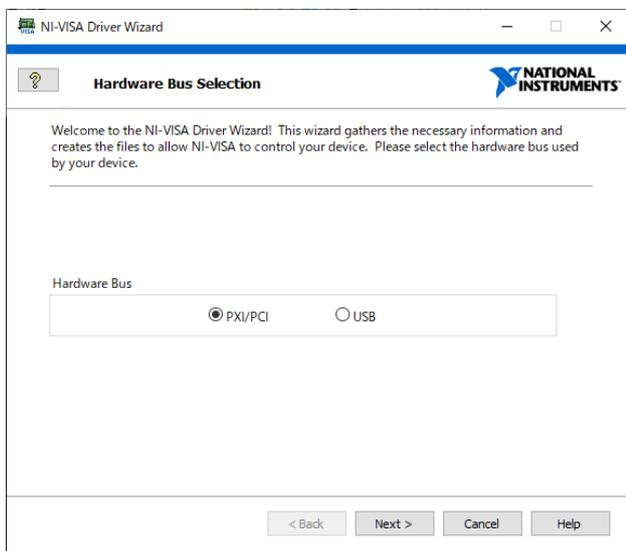
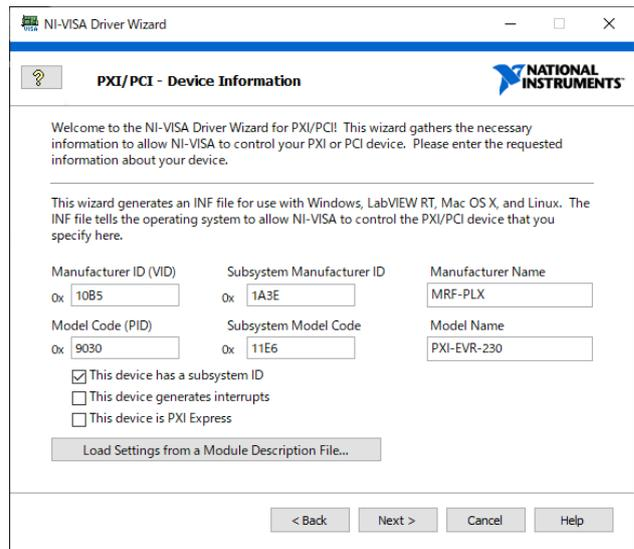

Figure 2: NI VISA Driver Wizard 1.
Figure 3: NI VISA Driver Wizard 2.
National Instruments (NI) 社が提供する NI-VISA Driver Wizard は NI-VISA を通してハードウェアを制御するために必要となるファイルを、ウィザード形式で手軽に生成するためのソフトウェアである [6]。起動すると Fig. 2 に示すダイアログが表示される。今回は PXI の EVR を動かすドライバーを作るので、Hardware Bus は PXI/PCI 選択する。Next を押して次へ進むと、Device Information 入力画面となるので、必要な情報を入力する。MRF 社の PXI-EVR-230 の場合 Fig. 3 に示した値を入力した。Subsystem Model Code については Fig. 3 中の 11E6 という値の他に 10E6 を指定しないと動かないボードがあった。おそらく製造ロットのちがいが等によるものと考えられる。この後 Next を押して最後まで進むと必要なファイルが生成されるので、生成されたファイルをインストー